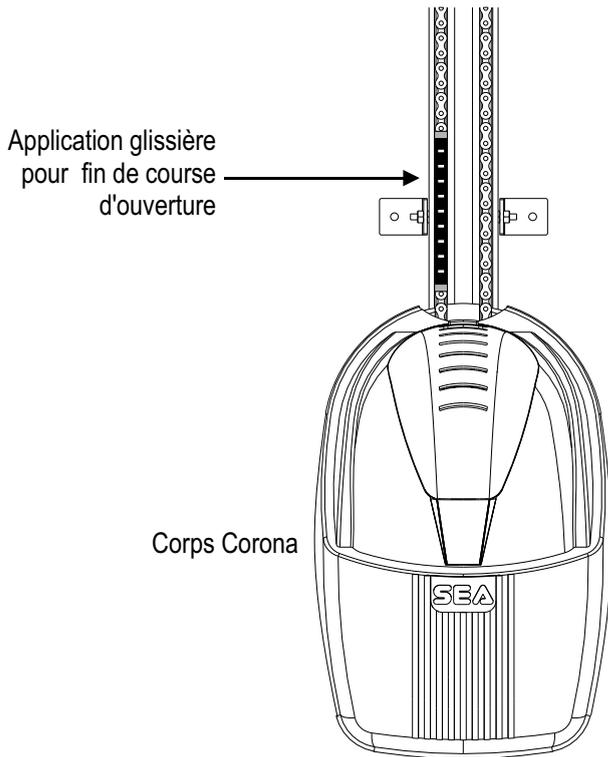

Fig. 19a
- Fixer la glissière fin de course (Fig. 18) le plus près possible au corps du Corona auprès du galet de l'interrupteur comme dans Fig. 19a.